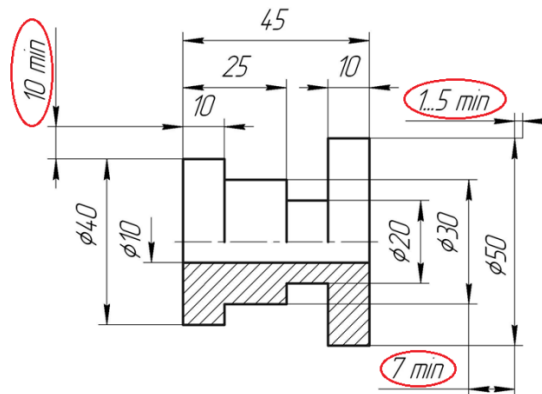

Рис. 3
- Размерные линии располагаются на расстоянии не менее 10 мм от основных линий (рис.3);
- Расстояние между размерными линиями не должно быть менее 7 мм (рис. 3);
- Выносные линии выходят за размерные на расстояние 1...5 мм (рис. 3);
- Меньший размер наносится ближе к изображению, больший – дальше от изображения (рис. 3);